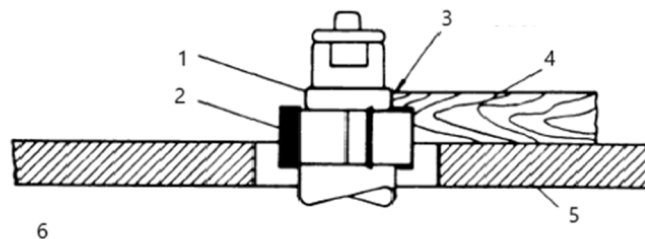

Figure 5
4. La figure 5 illustre une surface d'appui suffisante.